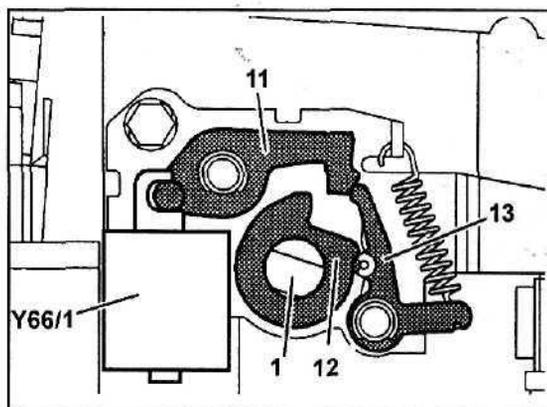

Рис. 7.
Механизм блокировки положений "R" и "P" предназначен для предотвращения случайного перемещения рычага выбора диапазона в положение "R" или "P" при скорости движения автомобиля выше 10 км/час. Исполнительный электромагнит Y66/1 (рис. 7), управляемый электронным блоком управления трансмиссией, перемещает рычаг (11) в направлении кулачка (12), при этом вал переключения (1) блокируется.